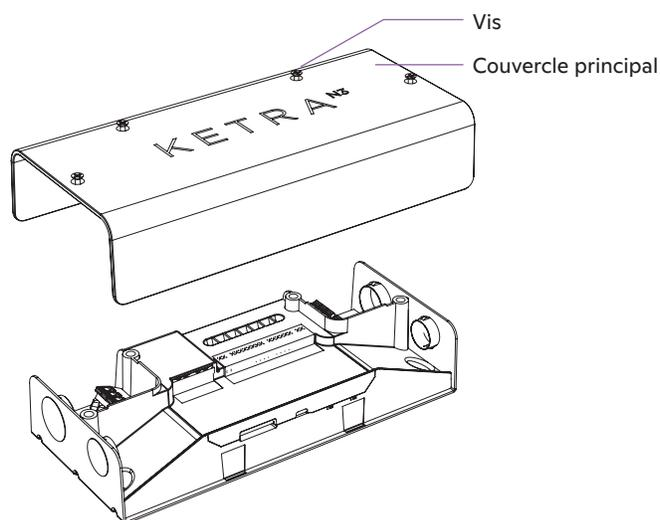

fig. 4
1. Retirez le couvercle. Notez que les vis sont captives et qu'il n'est pas nécessaire de retirer complètement le couvercle (voir la fig. 4).